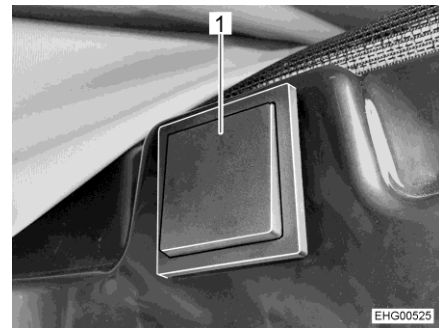

Fig. 48 Touche pour le déverrouillage électrique
La touche de déverrouillage électrique (Fig. 48) est placée du côté droit dans la zone au-dessus de la porte coulissante.
- Appuyer pendant au moins 2 secondes sur la touche (Fig. 48,1).